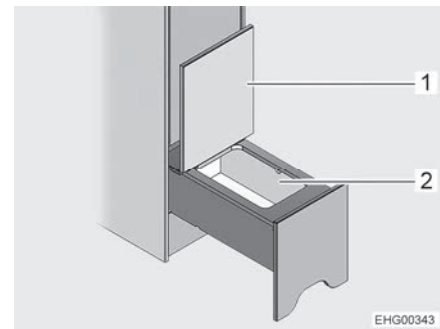

Bild 96 Staufach
- Deckel (Bild 96,1) nach oben klappen. Staufach (Bild 96,2) ist zugänglich.